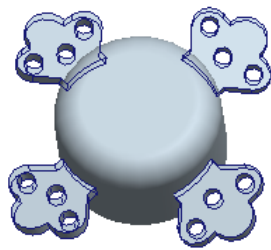
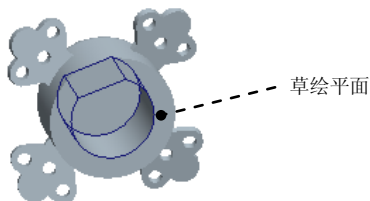
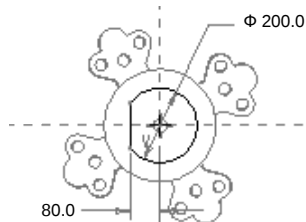

图 5.34.4 添加阵列特征
图 5.34.5 添加实体切削特征
图 5.34.6 截面草图
Step3. 添加图 5.34.4 所示的阵列特征, 相关操作如下:
(1) 创建组。按住 Ctrl 键, 分别选取 DTM1、DTM2、DTM3、A_2、DTM4 及 Step3 中创建的实体拉伸特征; 选择下拉菜单 **编辑(E)** → **组** 命令, 此时 DTM1、DTM2、DTM3、A_3、DTM4 及 Step3 中创建的实体拉伸特征合并为 **组LOCAL_GROUP**; 重命名组, 先单击 **组LOCAL_GROUP**, 然后右击, 从系统弹出的快捷菜单中选择 **重命名** 命令, 将 **组LOCAL_GROUP** 重命名为组 F, 则完成组的创建。
(2) 进行阵列。在模型树中单击“组 F”, 右击, 选择 **阵列...** 命令; 在操控板中选择 **轴** 选项, 然后选取绘图区中的轴 A_1, 在“方向 1”的“增量”文本框中输入角度增量值为 90.0; 在操控板中输入第一方向的阵列个数 4; 单击按钮, 完成阵列操作。
Step4. 添加图 5.34.5 所示的实体切削特征 5。选择下拉菜单 **插入(I)** → **拉伸(E)...** 命令; 按下“切削”按钮; 选取图 5.34.5 所示的模型表面为草绘平面; 参考平面为 TOP 基准平面, 方向为 **底部**; 特征的截面草图如图 5.34.6 所示; 拉伸方式为, 深度值为 150.0。